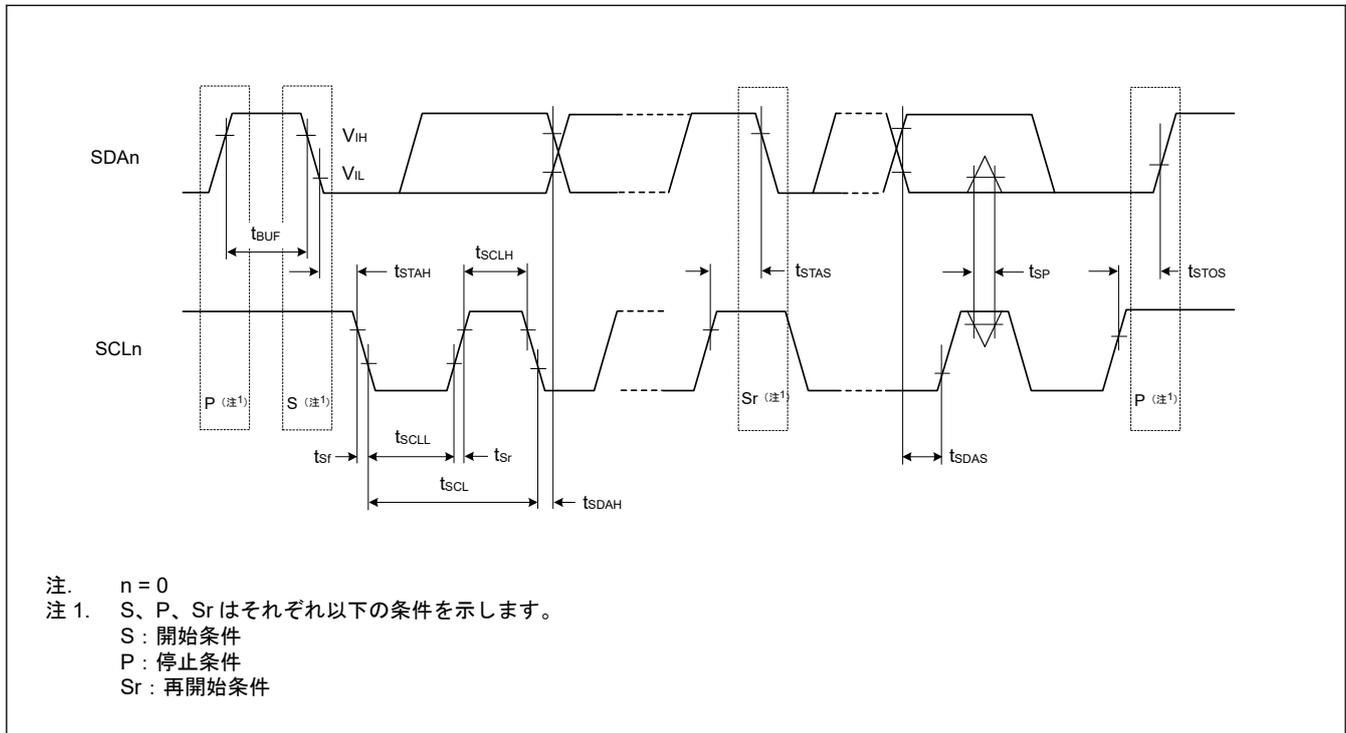

図 2.46 I²C バスインタフェース入出力タイミング
| IIC (標準モード、SMBus) | SCL 入力サイクル時間 | t_{SCL} | $6 (12) \times t_{IICcyc} + 1300$ | — | ns | 図 2.46 |
| IIC (ファストモード) | SCL 入力サイクル時間 | t_{SCL} | $6 (12) \times t_{IICcyc} + 600$ | — | ns | 図 2.46 |